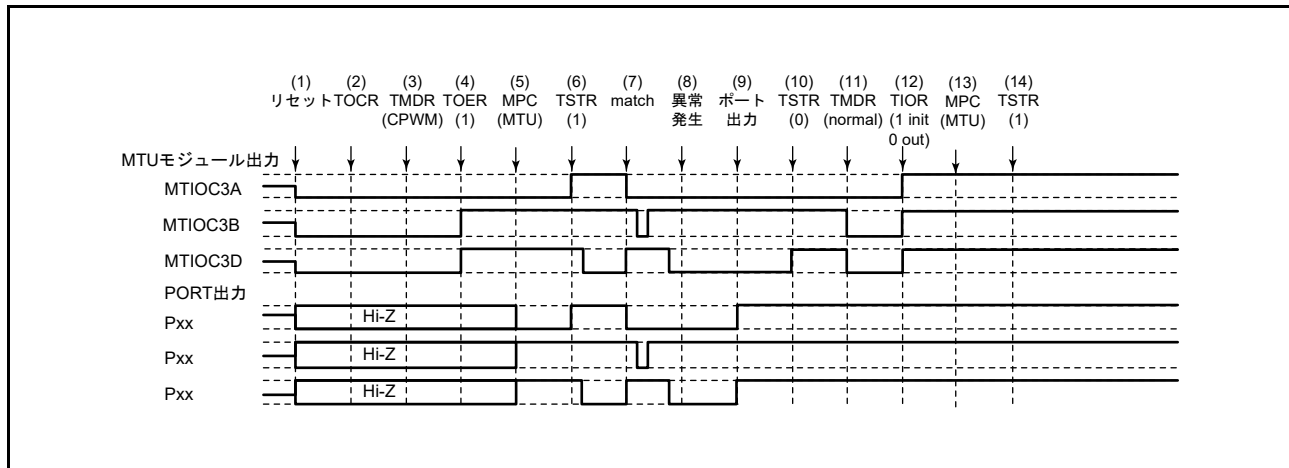

図 22.147 相補 PWM モードで異常が発生し、ノーマルモードで復帰する場合
相補 PWM モードで異常が発生し、再設定後ノーマルモードで再スタートする場合の説明図を図 22.147 に示します。
(1) ~ (10) は図 22.147 と共通です。
(11) PWM モード 1 を設定してください (MTU 出力は Low となります)。
(12) TIOR レジスタで端子を初期化してください。なお、PWM モード 1 では MTIOCnB (MTIOCnD) 端子に波形が出力されません。出力すべきレベルがある場合は、I/O ポートのポート方向レジスタ (PDR)、ポート出力データレジスタ (PODR) で汎用出力ポートの設定をしてください。
(13) MPC と I/O ポートのポートモードレジスタ (PMR) で MTU 出力としてください。
(14) TSTR レジスタで再スタートします。
(23) 相補 PWM モードで動作中に異常が発生し、相補 PWM モードで再スタートする場合の動作
(1) ～ (10) は図 22.147 と共通です。
(11) MPC と I/O ポートのポートモードレジスタ (PMR) で MTU 出力としてください。
(12) TSTR レジスタで再スタートします。
(13) コンペアマッチの発生により相補 PWM 波形を出力します。
(24) 相補 PWM モードで動作中に異常が発生し、相補 PWM モードで新たに再スタートする場合の動作
(11) ノーマルモードを設定し新しい設定値を設定してください（MTU 出力は Low となります）。
(12) TOER レジスタで MTU3、MTU4 の出力を禁止してください。
(13) TOCR レジスタで相補 PWM モードの出力レベルと周期出力の許可 / 禁止を選択してください。
(14) 相補 PWM モードを設定します。
(15) TOER レジスタで MTU3、MTU4 の出力を許可してください。
(16) MPC と I/O ポートのポートモードレジスタ（PMR）で MTU 出力としてください。
(17) TSTR レジスタで再スタートします。
(25) 相補 PWM モードで動作中に異常が発生し、リセット同期 PWM モードで再スタートする場合の動作
(11) ノーマルモードを設定してください (MTU 出力は Low となります)。
(13) TOCR レジスタでリセット同期 PWM モードの出力レベルと周期出力の許可 / 禁止を選択してください。
(14) リセット同期 PWM モードを設定します。
(16) MPC と I/O ポートのポートモードレジスタ (PMR) で MTU 出力としてください。
(26) リセット同期 PWM モードで動作中に異常が発生し、ノーマルモードで再スタートする場合の動作